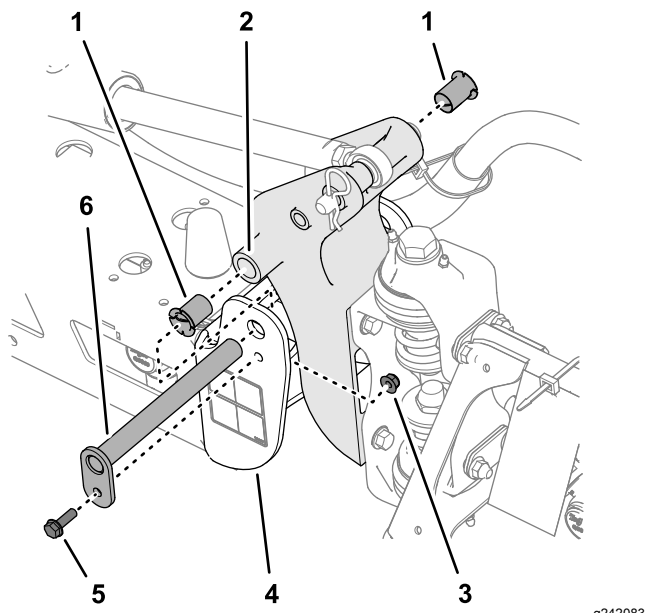

Figura 105
3. Retire el perno y la tuerca que sujetan el pasador de giro y retire el pasador (Figura 105).
5. Retire los casquillos de nailon desde delante y desde detrás del soporte de giro e inspecciónelos (Figura 105).
6. Lubrique los casquillos de nailon con una cantidad pequeña de aceite e instálelos en el soporte de giro (Figura 105).
7. Alinee los taladros del soporte de giro con los taladros del canal final (Figura 105).